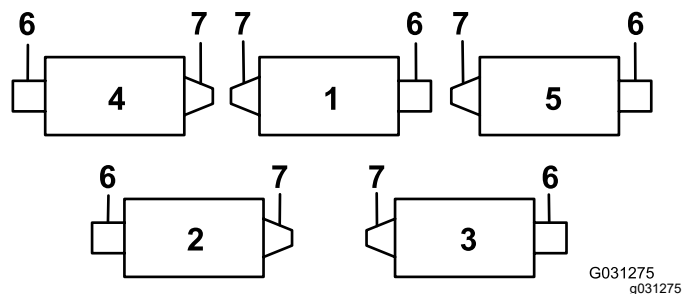
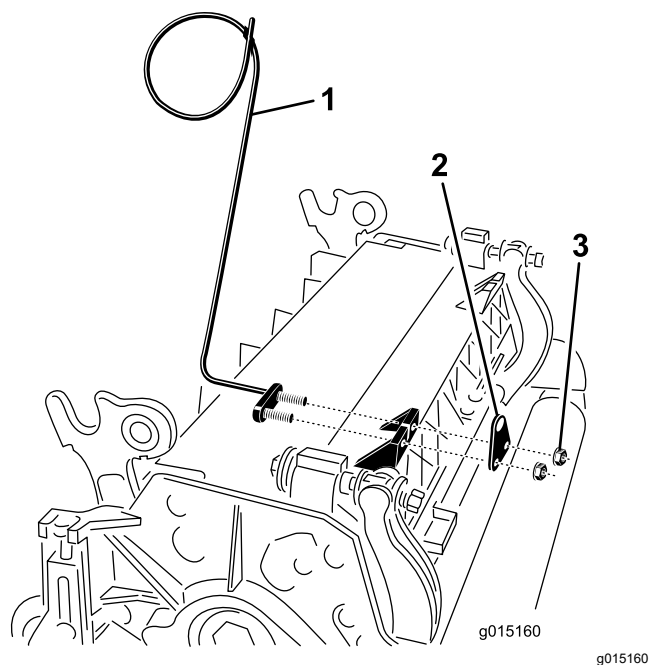
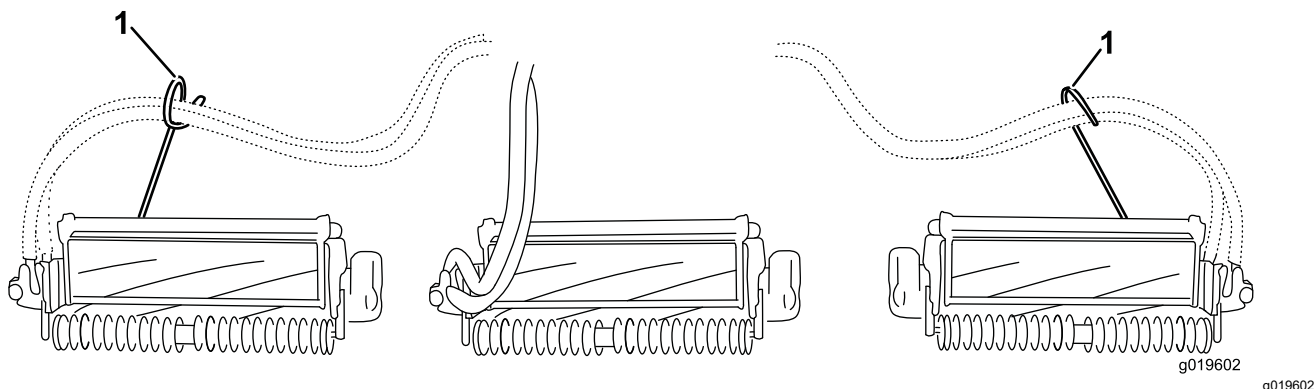

Figure 6
Figure 7
Figure 8
7. Sur les unités n° 4 (avant gauche) et n° 5 (avant droit), utilisez les écrous de fixation du support de tige pour monter les guides de flexible devant les pattes de l'unité de coupe. Les guides de flexible doivent être inclinés vers l'unité de coupe centrale (Figure 6, Figure 7, Figure 8).